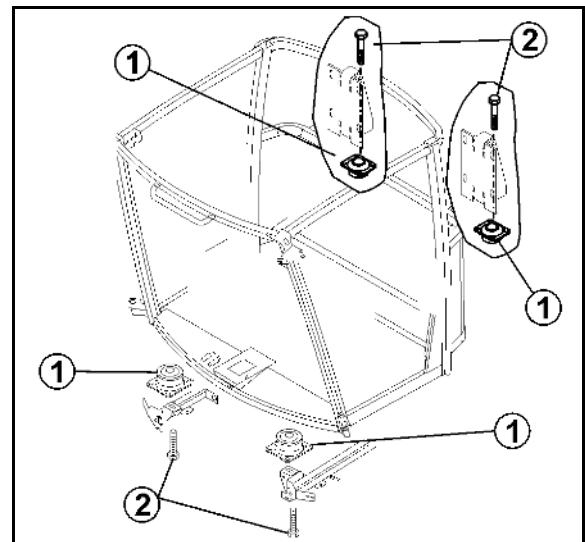

Fig. 190
1. Afmonter recirkulationsgitteret (Fig. 190/1).